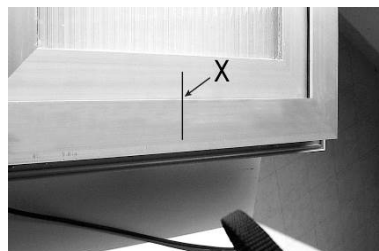

Fig. 12
- A. Trazar con un lápiz la línea de centro "X" del marco (Fig. 12), o dividirlo igualmente en caso de montaje de varios Kato Syncro³.